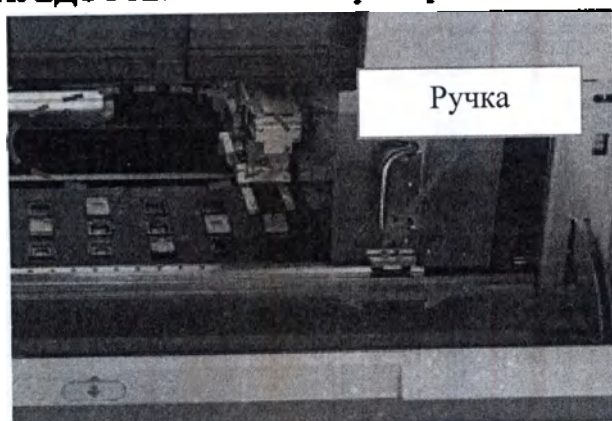

Рисунок 5RR
2. Переместите стейджер и очистите левую и правую стороны мембранных коробок (рис. 5RR).